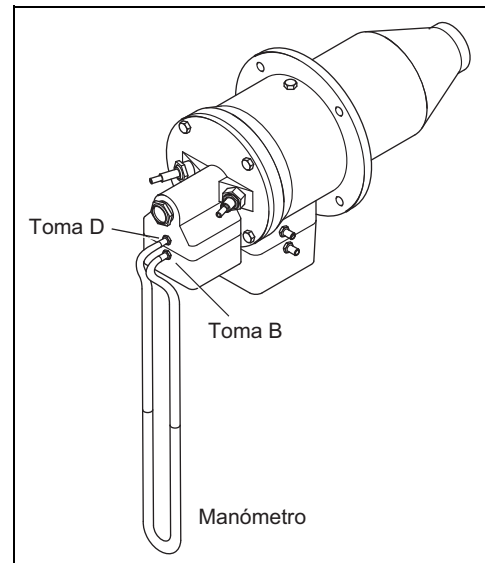

Figura 4.4. Ajustar el gas de fuego alto
2. Conecte el manómetro a las espitas B y D (a través del orificio del gas, consulte la Figura 4.4).